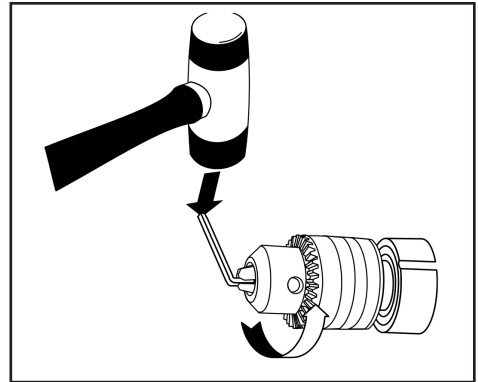

Fig.10
7. Inserte la llave hexagonal en el mandril y apriete las pestañas del mandril firmemente. (Fig. 10). Golpee la llave hexagonal fuertemente con un mazo en sentido anti-horario. Esto aflojará el mandril del eje. El mandril puede ahora ser desenroscado y retirado manualmente del eje.